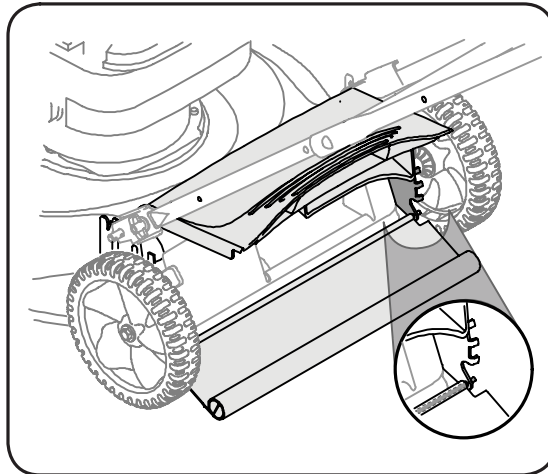

Figure 5-3
9. Placez l'adaptateur de la lame sur le vilebrequin, «l'étoile» à l'opposé du moteur. Voir la Figure 5-3. Placez la lame, le côté sur lequel la mention «Bottom» (ou le numéro de pièce) apparaît, à l'opposé de l'adaptateur. Alignez le support de la lame sur celle-ci en enfonçant les pattes dans les trous de la lame, puis insérez le boulon hex.
1. Pour démonter le déflecteur arrière usagé, soulevez le clapet arrière et pressez sur chaque côté du déflecteur pour le dégager des trous. Voir la Figure 5-3.